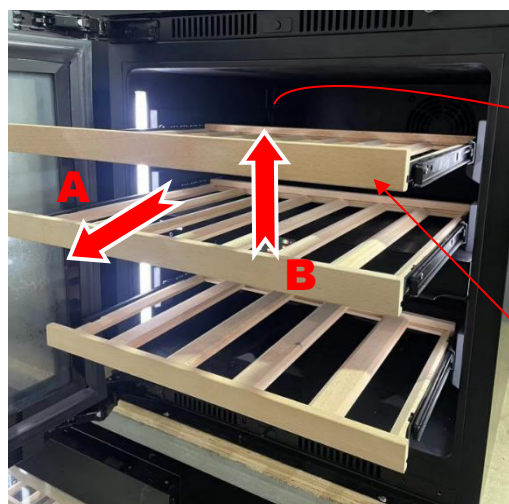
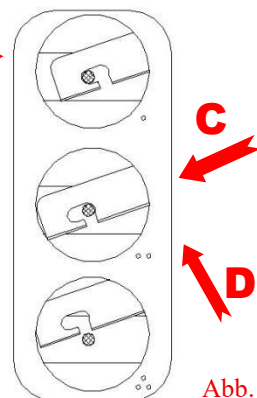

Abb. 1
Abb. 2
Ziehen Sie das Regalbrett (A) heraus und heben Sie die Vorderseite des Regalbretts (B) an (Abb. 1), drücken Sie dann die beiden Seiten der Rückseite des Regalbretts in die entsprechende Position (C) und heben Sie das Regalbrett gleichmäßig an und ziehen Sie es dann heraus (D) (Abb. 2).